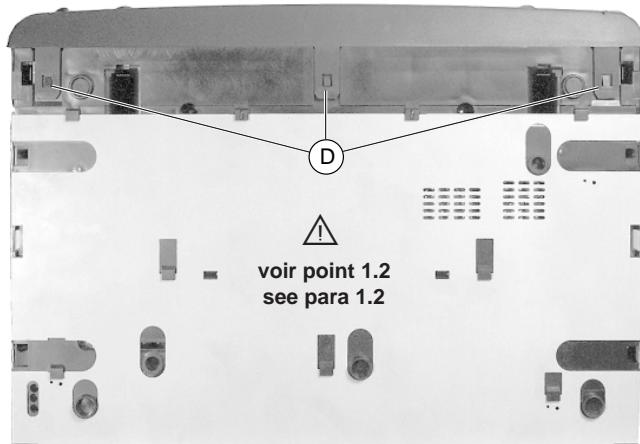

Fig. 2
- Défaire les crochets **D** (Fig. 2 / 3) et retirer la façade.
- Release the catches **D** (Fig. 2 / 3) and remove the front panel.